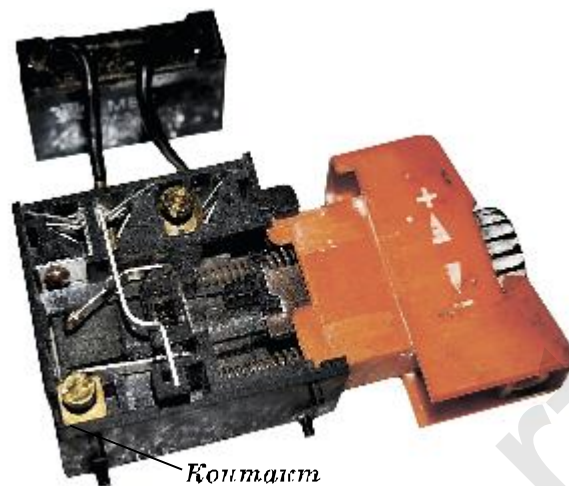

Рис. 23. Строение кнопки электродрели
2. Перед покупкой новой кнопки включения необходимо обратить внимание на мощность и параметры электродрели. Кнопки включения электродвигателя также бывают различного вида, среди них встречаются кнопки без реверса и без специального устройства, следящего за оборотами электродвигателя (рис. 23).
Рабочие кнопки подобного типа имеют сложное строение и в случае поломки не поддаются ремонту. По этой причине при приобретении новой кнопки пуска двигателя для определения подходящей модели рекомендуется взять с собой старую, вышедшую из строя, кнопку. В некоторых случаях, даже если параметры кнопки запуска подходят, внутренние измерения могут не совпадать с внутренними механизмами. Как показано на рис. 23, для изъятия наружу электропровода необходимо просунуть кусачки внутрь кнопки запуска и освободить монтажный кабель. Для выполнения этой работы вам понадобится длинная игла или шило. Шило нужно ввести в зазор, куда будет монтироваться монтажный провод, внутрь проталкивается пинцет и провод освобождается от зажима.